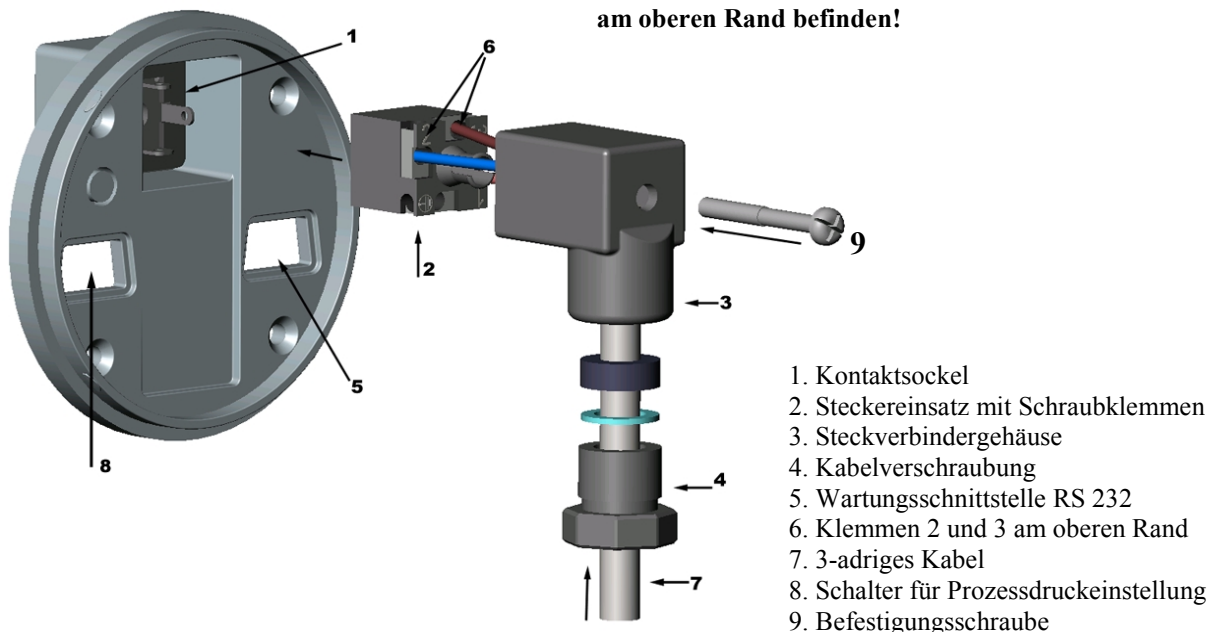

Abb. 2. Verkabelung und Installation des Steckverbinders.
Um in Prozessen mit Überdrücken möglichst genaue Messungen zu erzielen, sollte der Prozessdruck für den DMT242 über die Druckschalter (siehe Abb.2, Pos. 8) entsprechend der Tabelle 1 eingestellt werden. Bei Auslieferung ist der Prozessdruck auf 1 bar eingestellt, d.h. Schalter Nr. 4 befindet sich in Stellung Ein.
5. Schieben Sie den Steckereinsatz nach der Montage der Adern, wie in Abb. 2 dargestellt, wieder zurück in das Steckverbindergehäuse. Drücken Sie die Befestigungsschraube durch das Gehäuse und verschrauben Sie es mit dem Einsatz. Verbinden Sie den so verkabelten Steckverbinder mit dem Kontaksocket im Messwertgeber. **HINWEIS:** Der korrekte Anschluss lässt sich nicht herstellen, wenn sich der Steckverbinder NICHT in der in Abb. 2 gezeigten Position befindet.